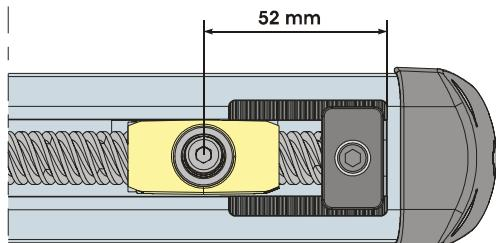
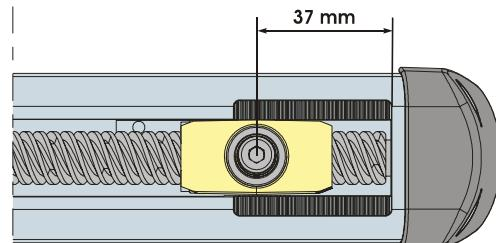

Рис. 9
Рис. 10
3) Убедитесь в том, что передний ограничитель находится в правильном положении, как показано на Рис.9 (с механическим ограничителем хода на закрытие) или на Рис.10 (без механического ограничителя хода на закрытие). В случае неправильного положения включите на короткое время питание, чтобы привод привел фиксатор в нужное положение.